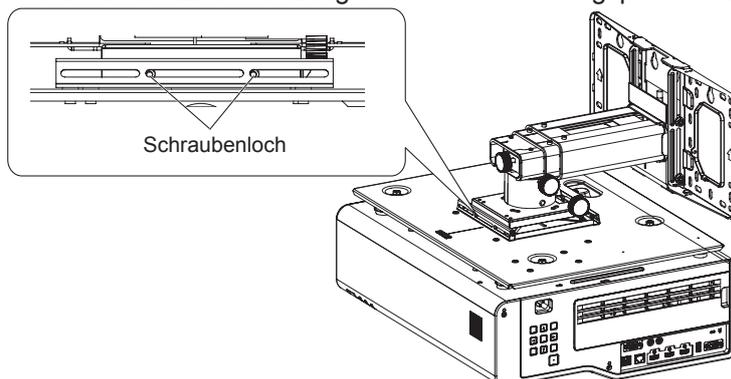

Abb. 3
- Stellen Sie die Position des Projektormontagehaltungssets so ein, dass sich die beiden Schraubenlöcher des verstellbaren Teils am linken Ende der Langlöcher der Verbindungsplatte befinden. (Abb. 3)